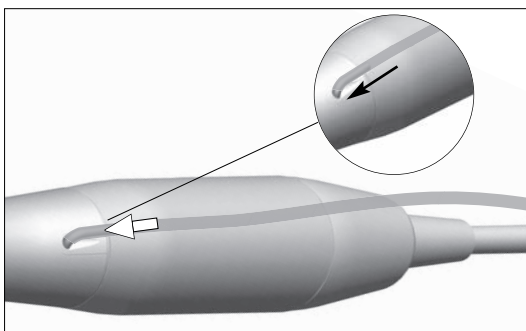

図 7
I. ソフトチューブをハンドピースまたはコントラアングルのスプレーチューブに接続します(図 7)。